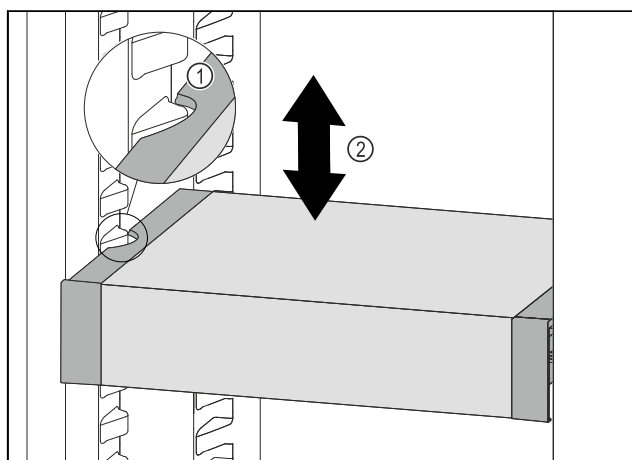

Fig. 99
- ▶ Húzza előrefelé a VarioSafe fiókot annyira, hogy a VarioSafe oldalsó kivágásai a hűtőrészben a tartóborda magasságában legyenek. Fig. 99 (1)
- ▶ A hűtőrészben a VarioSafe fiókot mozgassa felfelé vagy lefelé a kívánt magasság eléréséig. Fig. 99 (2)